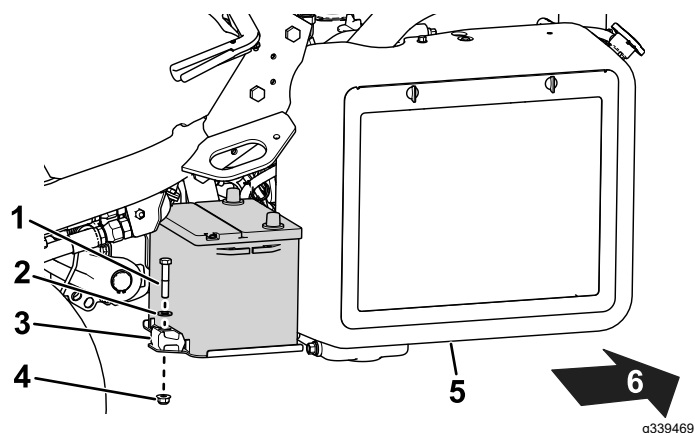

Figure 48
2. Retirez les fixations qui maintiennent la batterie sur son support (Figure 48) et sortez la batterie.
- Placez la batterie sur son support et fixez-la en place avec les tiges et fixations retirées précédemment (Figure 48).